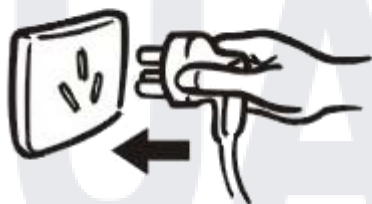

Рис. 3
- 4) Убедитесь, что штепсельная вилка установлена надёжно и плотно сидит в гнезде розетки. При отсутствии надёжного контакта высока вероятность нагрева в месте соединения, что может привести к возгоранию (Рис. 3)